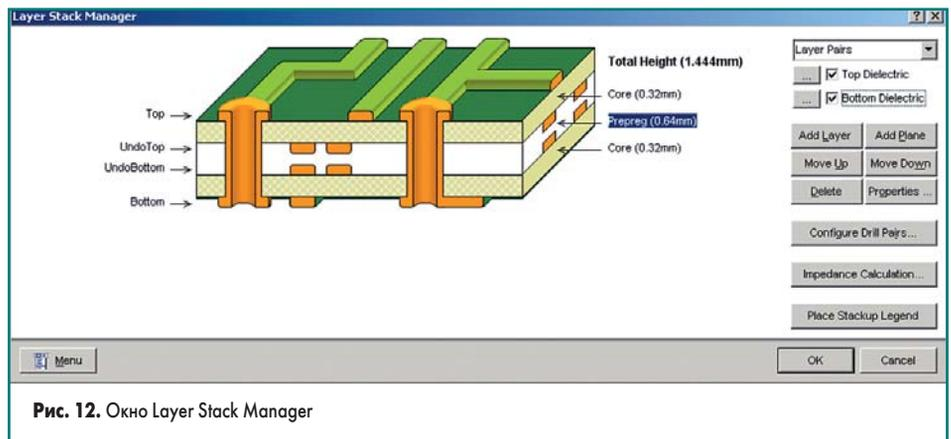

Рис. 12. Окно Layer Stack Manager
4. Точно так же, как при создании посадочных мест, переименуем механические слои и образуем из них пары (рис. 12):
5. Переименуем еще три механических слоя в (рис. 12):